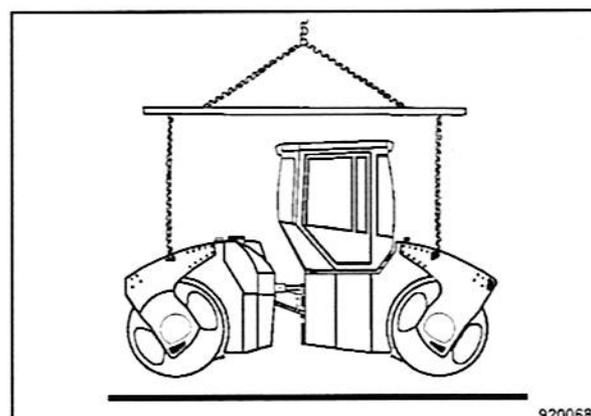

Fig. 111
- Para alzar la máquina hay que hacer uso de las cuatro armellas de elevación (Fig. 111).